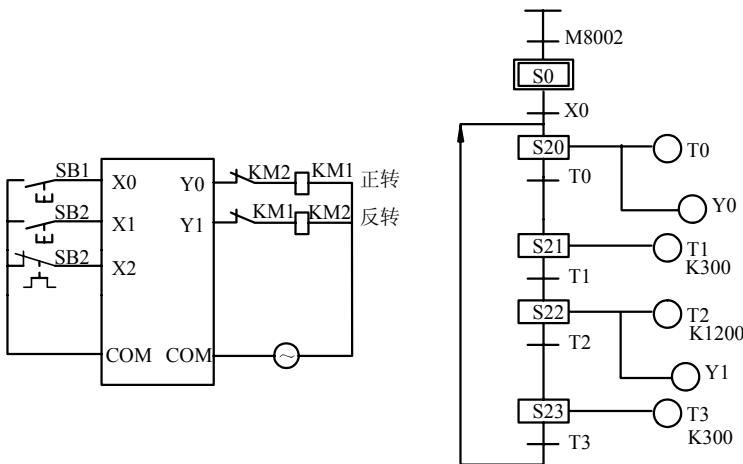

图 4-3
(3) 若通过 PLC 实现电动机的正反转控制，当按下 SB1 时，电动机正转运行 3min 后，电动机暂停 30s，再反转运行 2min，电动机暂停 30s，然后进行重复循环。当按下 SB2 时，电动机立即停止。试根据图 4-3 所示的 I/O 接线图，将顺序功能图补画完整。